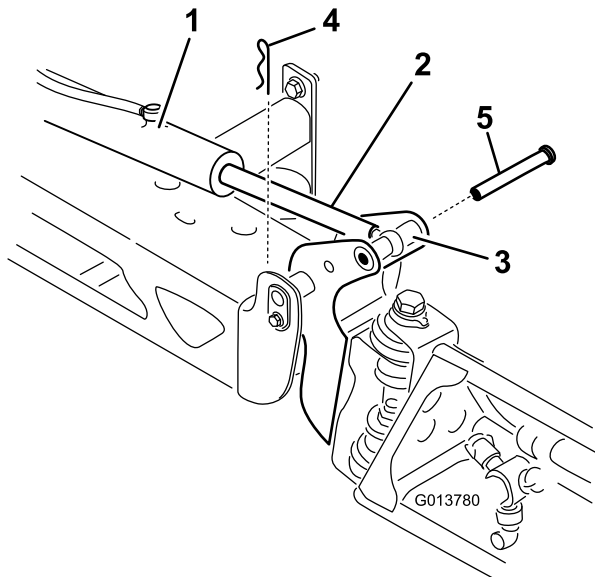

Figura 13
2. Retire el pasador de horquilla del pasador de giro (Figura 13).
3. Levante el brazo, retire el pasador (Figura 13), y baje el brazo lentamente al suelo.
8. Eleve el brazo para alinear el pivote con el émbolo del actuador. Sujetando el brazo, introduzca el pasador a través del pivote del brazo y del émbolo del actuador (Figura 13).